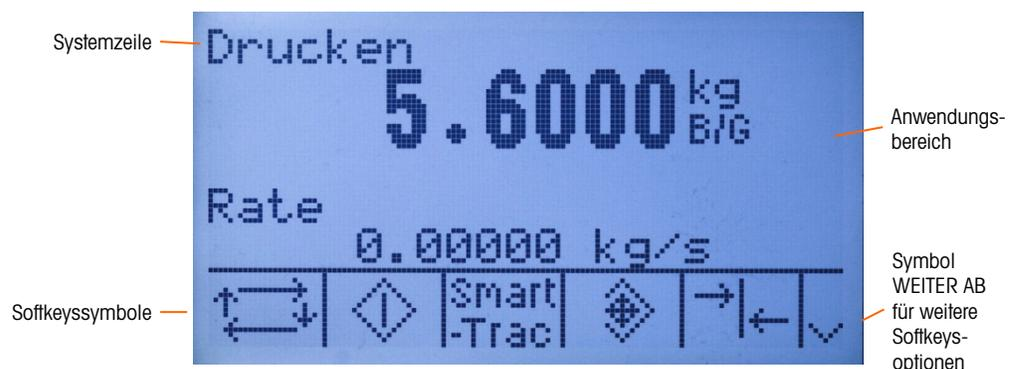

Abbildung 2-9: Standardwägebetriebsbildschirm, Systemmeldung wird angezeigt
- ➔ **Drucken** Durch Drücken der Waagenfunktionstaste DRUCKEN wird ein Anforderungsdruck einer zugewiesenen Druckmaske eingeleitet. Es muss ein serieller oder Ethernet-Druckanschluss konfiguriert werden, um eine Maske zu verknüpfen oder um an einen ausgewählten seriellen oder Ethernet-Port zu berichten. Die entsprechende Konfiguration ist notwendig, um eine Maske oder einen Bericht an den ausgewählten seriellen oder Ethernet-Port auszugeben und um die ausgewählte Maske oder den Bericht zu definieren. Wenn ein Druckbefehl erteilt wird, erscheint in der Systemzeile 5 Sekunden lang die Meldung „Drucken“ – siehe Abbildung 2-9.
Der Ausgangsbildschirm wird eingeblendet, wenn das Terminal still steht (siehe Abbildung 2-9). Der Ausgangsbildschirm ist der einzige Bildschirm, der Bedienerzugriff auf die programmierbaren Softkeys bietet.